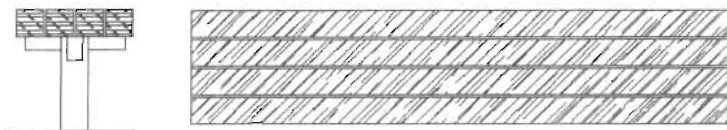

图 10-186
(1) 打开“DWG 文件\CH10\实例 1”文件，如图 10-186 所示，标注坐凳的剖面图 (左) 和平面图 (右)。